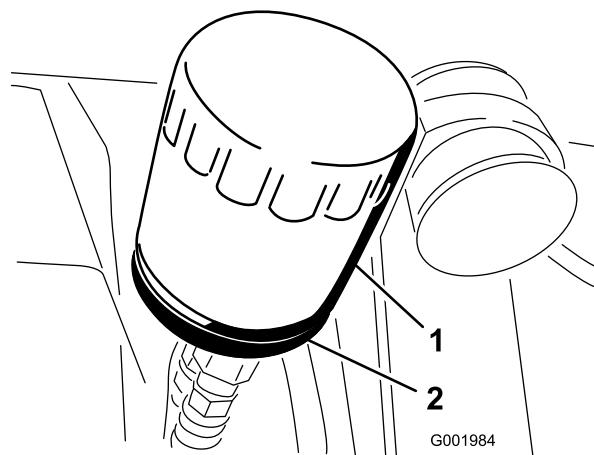

Bild 50
- Entfernen Sie den Ölfilter (Bild 50).
Sie ihn dann um eine weitere 1/2 Umdrehung fester (Bild 50).